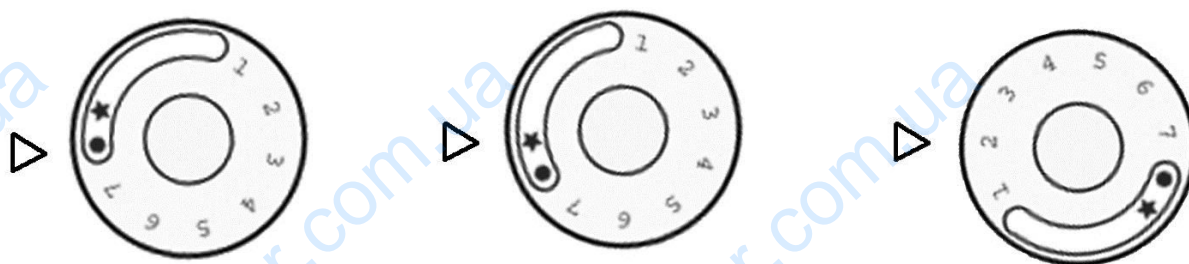

Рисунок 4
4. Котёл оснащён автоматикой EVROSIT 630. Изначально ручка управления находится в положение "точка" (рисунок 4). Растопочная и основная горелки погашены (подача газа к ним заблокирована).
- для розжига основной горелки ручка, вращением против часовой стрелки, переводится в положение от «1» до «7» в зависимости от необходимой температуры нагрева воды в контуре отопления (рисунок 4). Максимальная температура нагрева воды в контуре отопления (90⁰С) - соответствует положению «7» на ручке управления. При первом розжиге управляющие элементы котла устанавливаются так, чтобы была достигнута максимальная температура отопительной воды в системе для прогрева дымохода и водяного контура отопления. Прогрев осуществляется не менее часа.
6. Выключение аппарата производится путем поворота ручки в положении "точка" (рисунок 4). При этом растопочная и основная горелка погаснут. При отключении аппарата необходимо перекрыть подачу газа. Если не угрожает замерзание аппарата, можно оставить в нем воду, в противном случае необходимо слить воду из аппарата и системы.